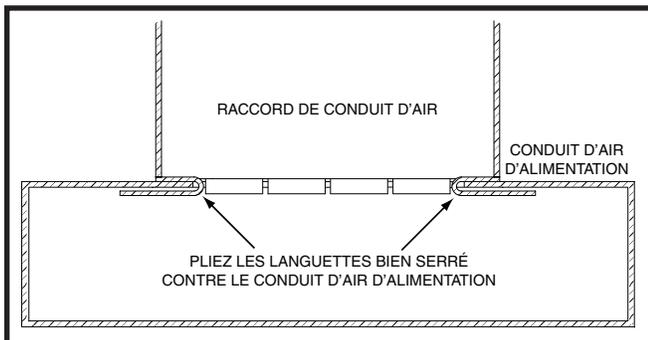

Figure 10. Languettes du raccord de conduit
- Pliez les deux languettes vers le haut de 90° sur la plaque de montage. Consultez la Figure 10 \(page 8\).